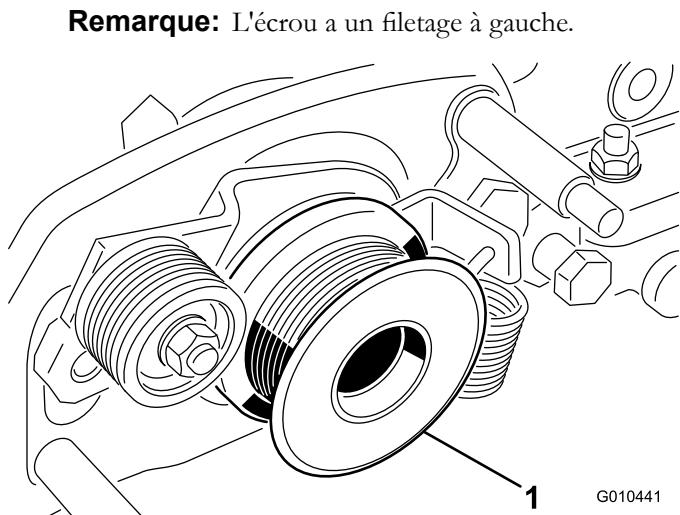

Figure 34
- Déposez la poulie d'entraînement du groomer de l'arbre du cylindre (Figure 34).